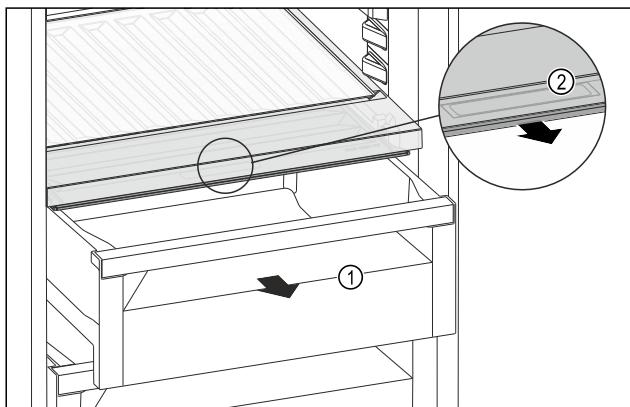

Fig. 123
- Extraer el compartimento Fig. 123 (1).
- Agarrar el tirador empotrado Fig. 123 (2) en la tapa del compartimento y tirar de la tapa del compartimento hacia delante al mismo tiempo.